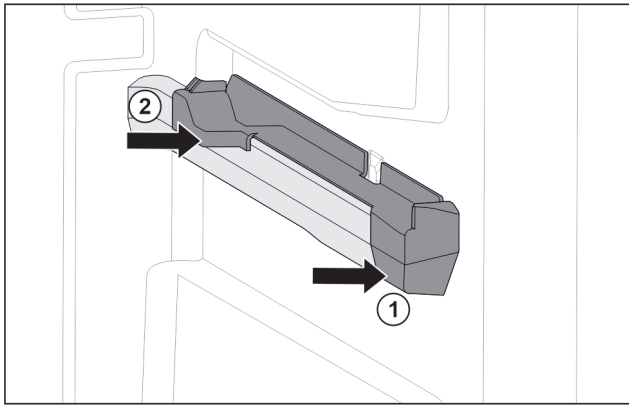

Fig. 109 Aufsteckteil auf der rechten Behälterrippe
- ▶ Aufsteckteil vorne an Behälterrippe ansetzen. Fig. 109 (1)
- ▶ Aufsteckteil hinten andrücken. Fig. 109 (2)